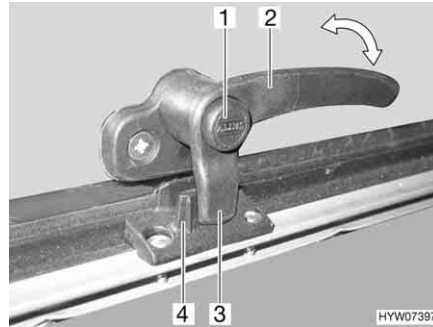
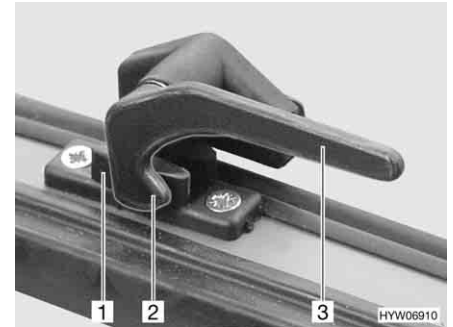

Fig. 88 Levier de verrouillage avec bouton de sécurité en position "Fermé"
Fig. 89 Levier de verrouillage en position "Fermé"
- S'il existe, appuyer sur le bouton de sécurité (Fig. 88,1) et le maintenir enfoncé.
- Tourner le levier de verrouillage (Fig. 88,2 ou Fig. 89,3) d'un quart de tour vers le centre de la fenêtre.
- Tourner le levier de verrouillage (Fig. 88,2 ou Fig. 89,3) d'un quart de tour vers le cadre de la fenêtre. Le tenon de verrouillage (Fig. 88,3 ou Fig. 89,2) du levier de verrouillage repose complètement sur le côté intérieur du verrouillage de fenêtre (Fig. 88,4 ou Fig. 89,1).
- En position "Fermé" (Fig. 88 et Fig. 89)